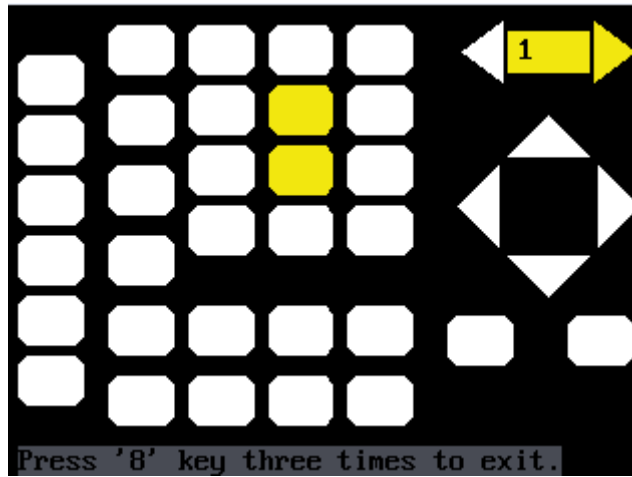

图 2-31 键盘测试界面
- 屏幕底端显示“Prss ‘8’ Key Three Times to exit”的提示信息表示按数字按键“8” 3次退出测试。如图 2-31 所示: